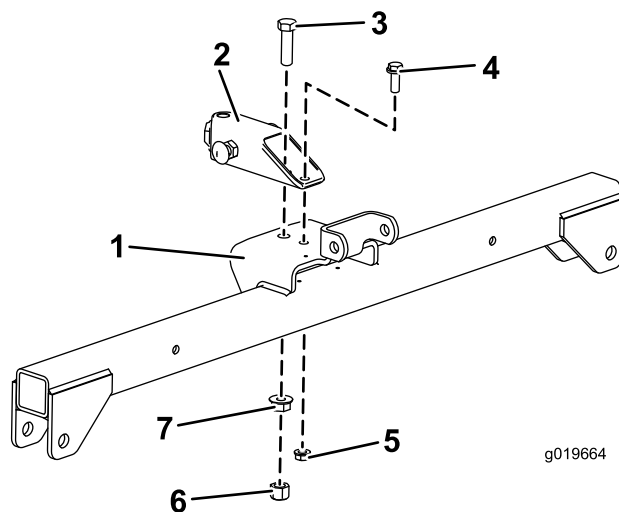

图4
- 用螺栓  $\frac{1}{2} \times 1\frac{3}{4}$  英寸、凸缘头螺母  $\frac{1}{2}$  英寸和六角螺母  $\frac{1}{2}$  英寸将挂钩管松地安装到吊架组件 图4 的前孔。